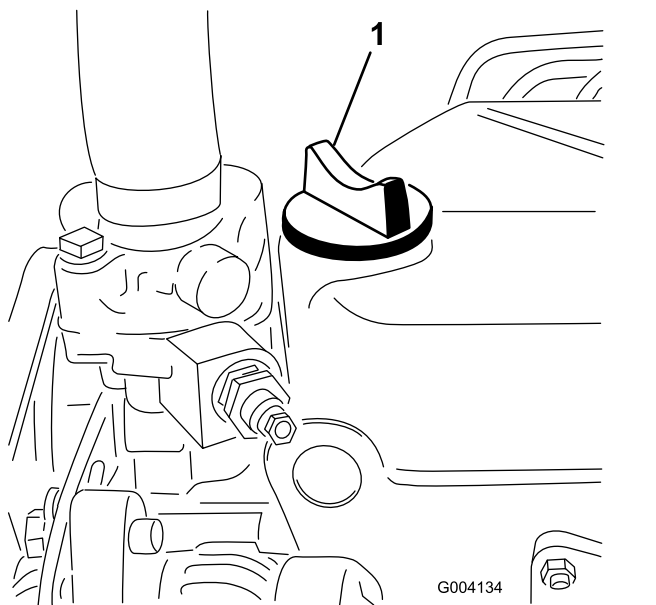

Figura 76
5. Si el nivel de aceite está por debajo de la marca Lleno, retire el tapón de llenado (Figura 76) y añada aceite hasta que el nivel llegue a la marca Lleno de la varilla.